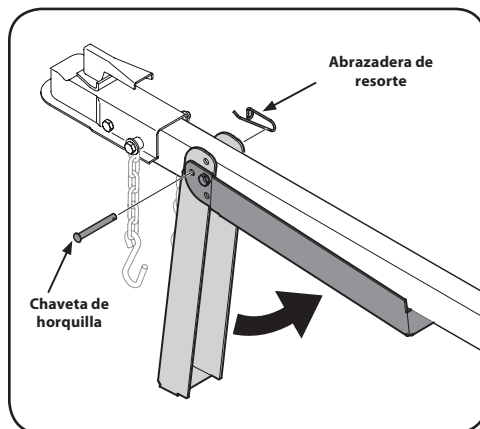

Figura 4-5
3. Sostenga la lengüeta y gire el gato hacia arriba contra la lengüeta. Vea la Figura 4-5.
4. Asegure la lengüeta con la abrazadera de resorte y la chaveta de horquilla retiradas previamente. Vea la Figura 4-5.